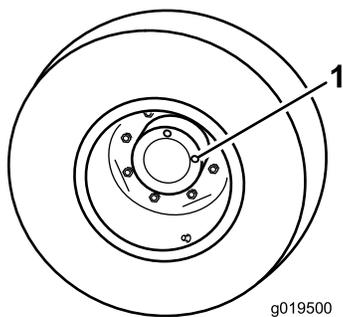

Рисунок 71
1. Поставив машину на ровную поверхность, расположите колесо так, чтобы одна контрольная пробка (Рисунок 71) находилась в положении «12 часов», а вторая в положении «3 часа».
2. Снимите пробку, находящуюся в положении «3 часа» (Рисунок 71).